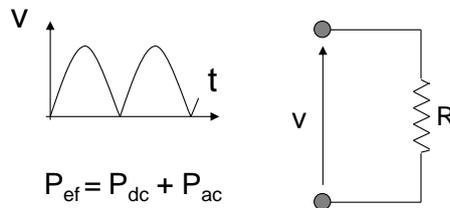

Figura 1.135 – Potências em um sinal contínuo pulsante.
►► Para melhor compreender este fator, seja um exemplo (CIPELLI, 2001). Um sinal retificado em onda completa, contínuo e pulsante, é mostrado na Figura 1.135.